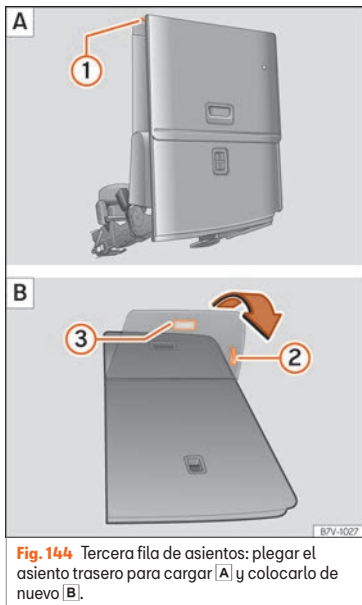

**Fig. 144** Tercera fila de asientos: plegar el asiento trasero para cargar **A** y colocarlo de nuevo **B**.
- En caso necesario tire de la palanca »» fig. 144 ❷ para desplazar la banqueta hacia la posición deseada.
• Cuando la banqueta esté plegada, no deberá viajar ninguna persona ni ningún niño en esta plaza »» ❸.
- Retire los objetos de la zona reposapiés situada delante y detrás del asiento trasero »» ❶.
- Tire de la palanca »» fig. 144 ❶ hacia arriba y pliegue el respaldo hacia delante. El asiento trasero se pliega hacia delante »» ❷ y el cojín se mueve también hacia delante.
- Cuando la banqueta esté plegada, no deberá viajar ninguna persona ni ningún niño en esta plaza »» ❸.
- Tire del asa »» fig. 144 ② para recolocar la bandeja del asiento.
- Tire del asidero »» fig. 144 ③. El asiento completo se pliega hacia atrás.